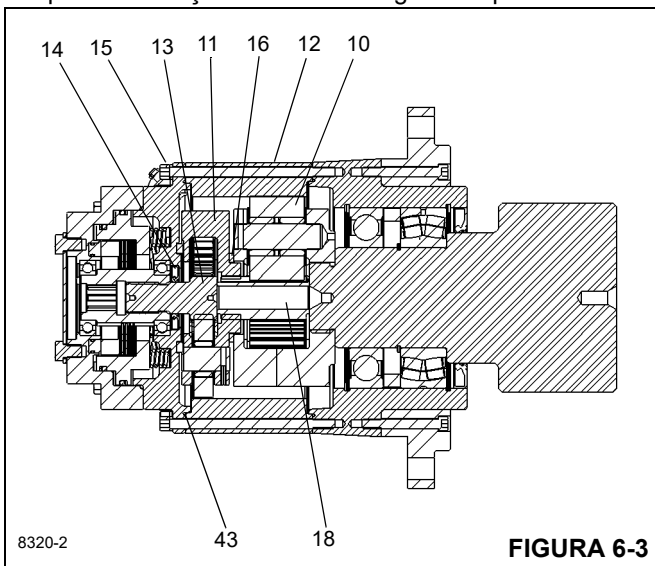

FIGURA 6-3
1. Com um riscador ou furador pequeno, faça um conjunto de marcas no flange do conjunto do freio (27) e na borda superior da carcaça das engrenagens (1) para auxiliar na remontagem.
3. Remova os dois bujões de dreno (21) e drene o óleo da unidade. A drenagem é facilitada quando o óleo está quente.
5. Remova o conjunto do freio da caixa de engrenagens removendo os 20 parafusos (15). Consulte a Figura 6-3.